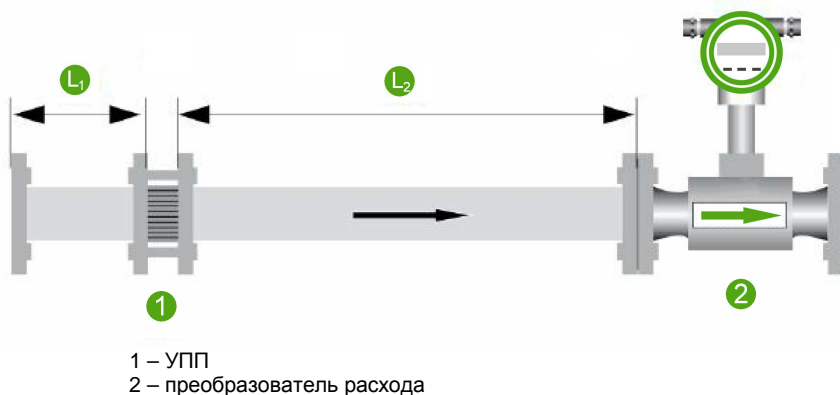

Рисунок 2.1 – Требования к длинам прямых участков
- окончательно приварить фланцы к трубе, для этого может понадобиться демонтаж участка L_2 (рисунок 2.1) трубопровода между УПП и преобразователем расхода;